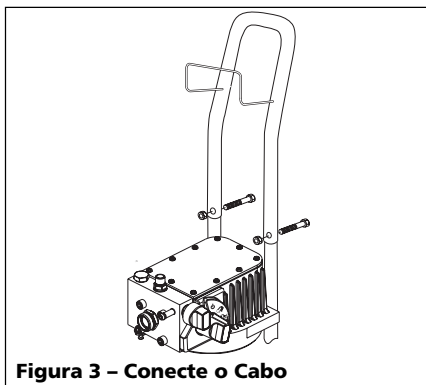

Figura 3 - Conecte o Cabo
4. Coloque o cabo do carrinho. Introduza os parafusos pré-montados nos orifícios. Fixe cada parafuso com uma porca. Use uma chave para apertar. O porta-mangueira deve estar de frente para a bomba (Veja a Figura 3).